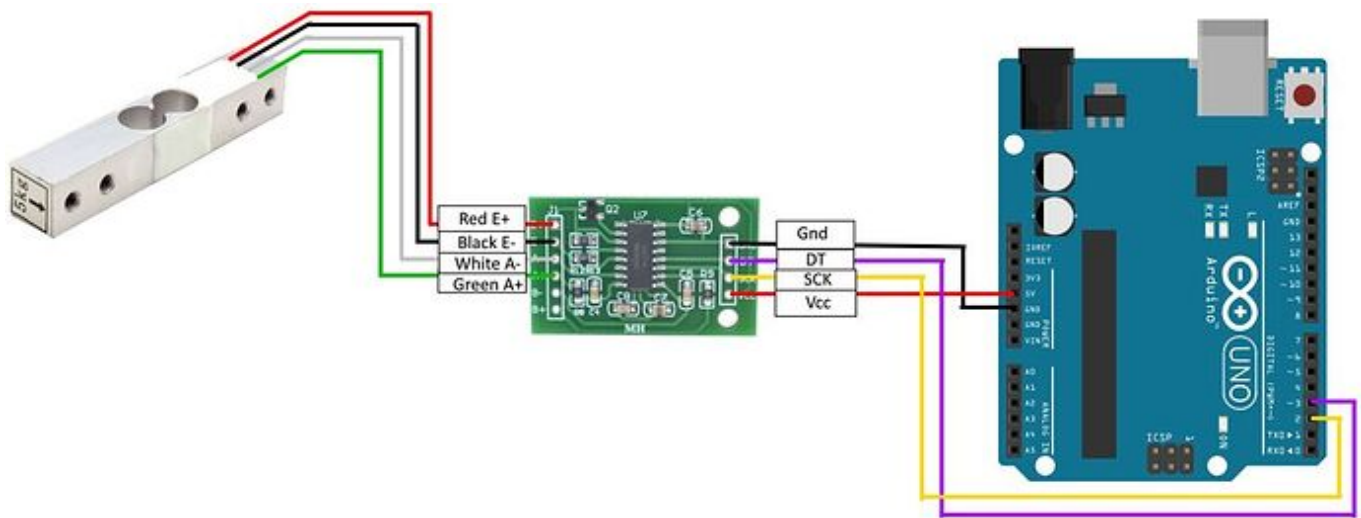

Figura 1.1: Proceso de calibración del módulo HX711
- a. Conecte el amplificador HX711 tal como se muestra en la Figura 1.1.